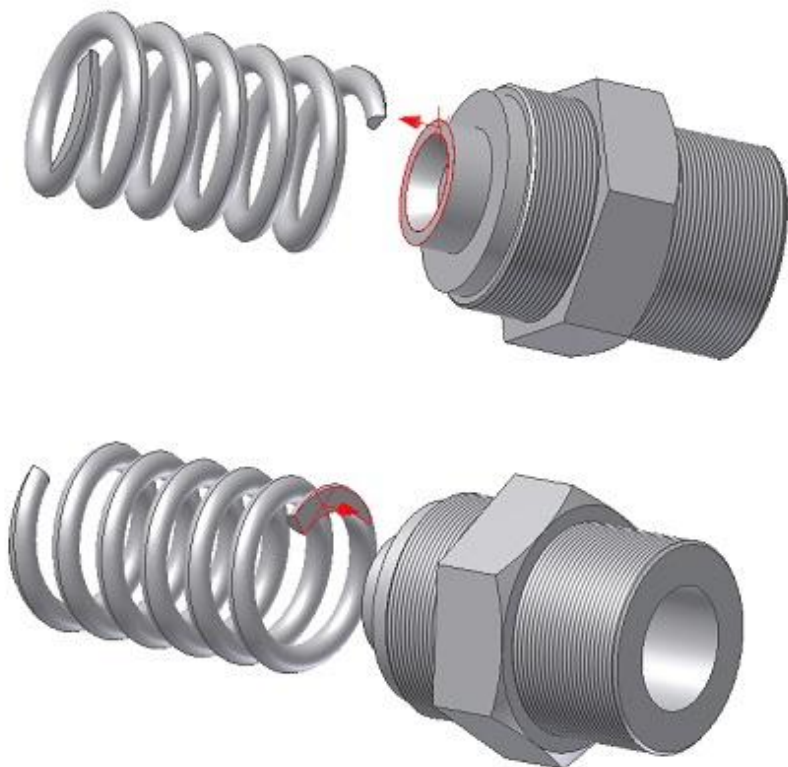

Рисунок 7.6 – Установление зависимости
- При помощи команды **Зависимости** аналогично установите зависимости совмещения граней и соосности пружины и клапана (рис. 7.6).